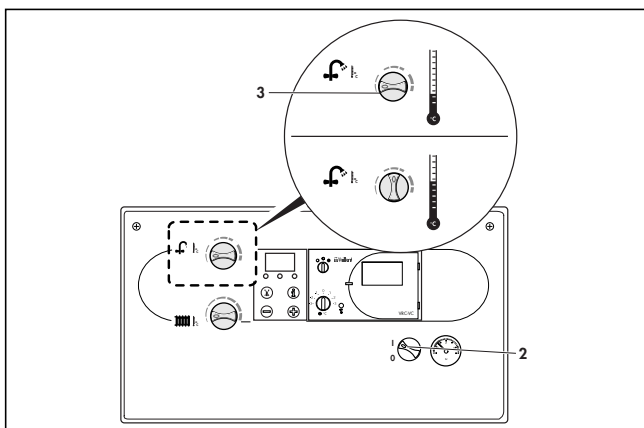

Рис. 5: Режим приготовления горячей воды
! **При жесткости воды больше 3,5 мг.экв/л (1,79 моль/м³) поворотную ручку (3) рекомендуется устанавливать максимум в среднее положение (рис. 5).**